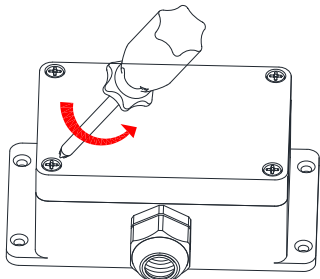

Fig. 1: 220 Box och hur man tar bort locket
2. Ta bort det övre locket (se fig. 1).